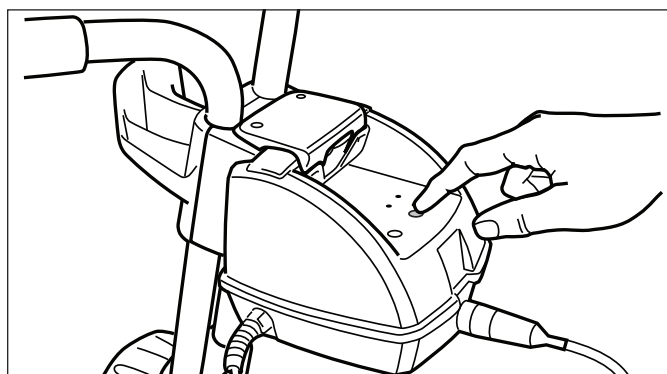

Figure 17. Éteindre le robot
4. Afin d'arrêter le robot pendant un cycle de nettoyage, appuyer sur le bouton « ARRÊT ». Se référer à la Figure 17.